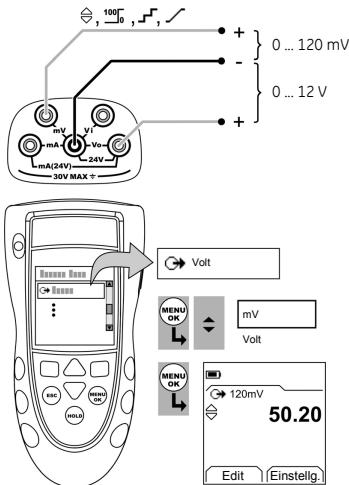

Abbildung 2: Beispielkonfiguration: Geben von mV oder Volt
- Schließen Sie das Gerät an (Abbildung 2) und ändern Sie ggf. die Option Konfig. (Tabelle 1).